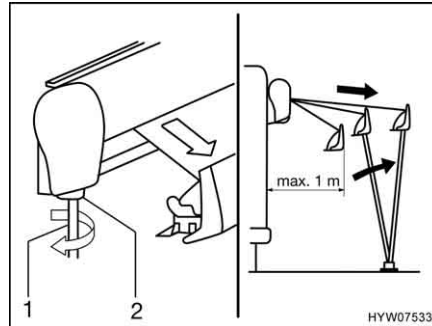

Fig. 6 Estrazione della tenda
- Inserire la manovella (Fig. 6,1) nel supporto a baionetta (Fig. 6,2) della tenda e girarla in senso antiorario. La tenda si apre dopo un paio di rotazioni.